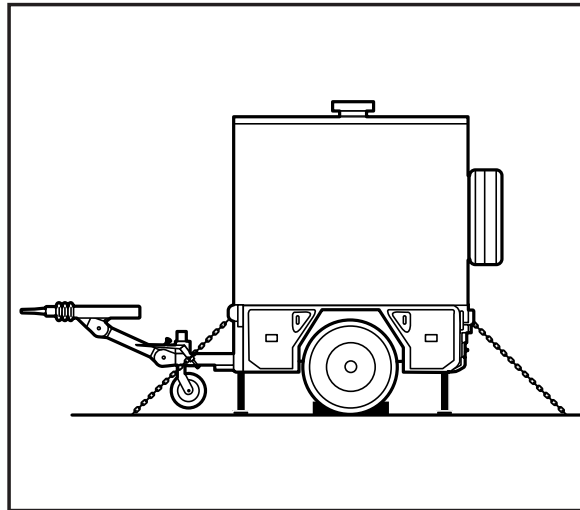

Bild 91 Feldküchenanhänger im Einzeltransport
- Verzurren des Feldküchenanhängers gemäß Bild 91.